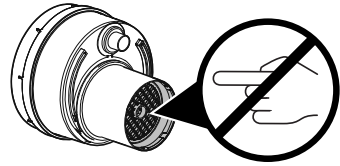

Figura 1 – Prevenir danos nos meios de filtração
- NÃO entre em contacto com o elemento do filtro (Figura 1). Os meios de filtração filtram o ar evacuado a partir do(s) recipiente(s) de recolha de líquidos do colector móvel antes de o ar ser expelido. O não cumprimento desta advertência poderá provocar danos nos meios de filtração e resultar em lesões no doente e/ou nos profissionais de saúde.